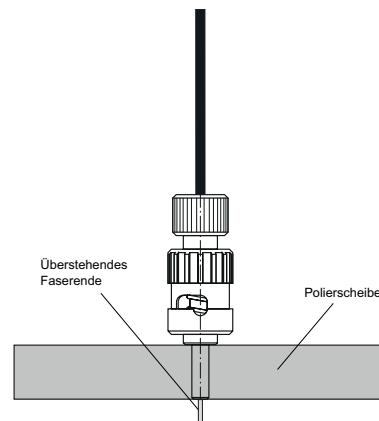

Bild 5 Polierscheibe mit Führung des Steckverbinders
- Den F-ST Steckverbinder in die Polierscheibe (s. Bild 5) stecken und das überstehende Faserende mittels Polierbogen auf einer glatten Unterlage (z.B. Glasscheibe) abschleifen.